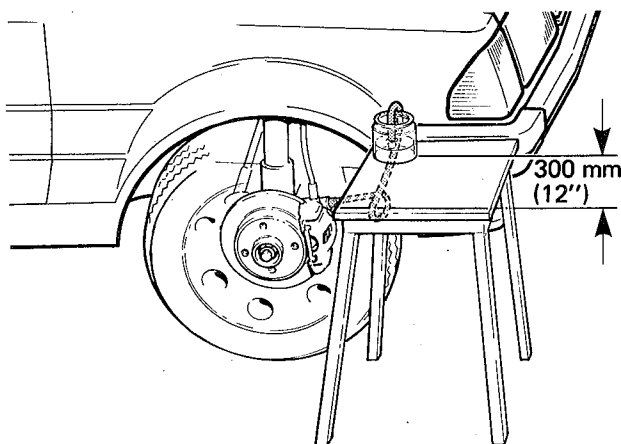

fig. 18
2. Submergir a outra extremidade do tubo de borracha num recipiente parcialmente abastecido com fluido para freios, limpo: manter o recipiente pelo menos 300 mm acima do sangrador (fig. 18)